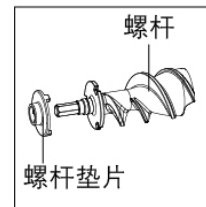

图2
7. 不锈钢螺杆如需清洗螺杆垫片和螺杆之间的间隙, 请用一字螺丝刀撬开螺杆垫片。(清洗后请及时安装到位, 以免丢失。如图2)